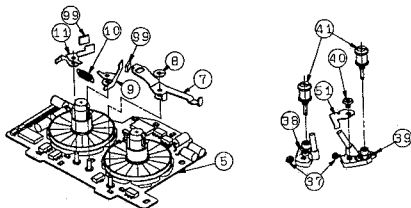

Fig. 2-8
1. Disassembly of the reel motor ⑤ (Fig. 2-8)
2. Disassembly of Base P2 ⑳ (Fig. 2-8)
3. Disassembly of Base P3 ㉒ (Fig. 2-8)
1. リール・モータ ⑤の分解 (図2-8)
2. Base P2 ⑳の分解 (図2-8)
3. Base P3 ㉒の分解 (図2-8)